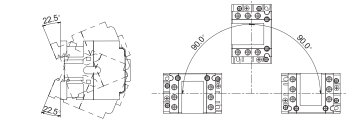

Рис. 4. Требования к установке
- 1. Требования к установке продукции см. на рис. 4.